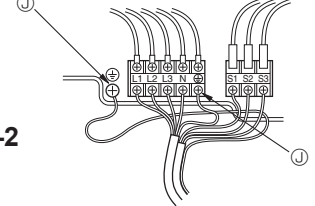

Fig. 7-2
7.1. Dış ünite (Fig. 7-1, Fig. 7-2)
- 2 Fig. 7-1 ve Fig. 7-2'ye bakarak kabloları bağlayın.